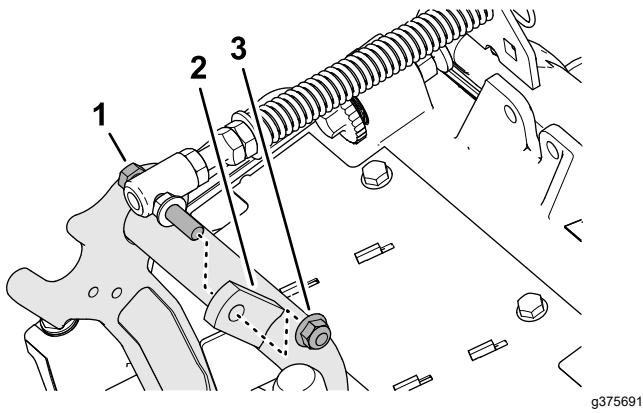

Figura 9
3. Îndepărtați contrapiuliia cu guler ($\frac{3}{8}$ ") care fixează dopul filetat al arcului de compensare pentru gazon pe umărul drept al cadrului de susinere i îndepărtați arcul de compensare de pe unitatea de tăiere (Figura 9).